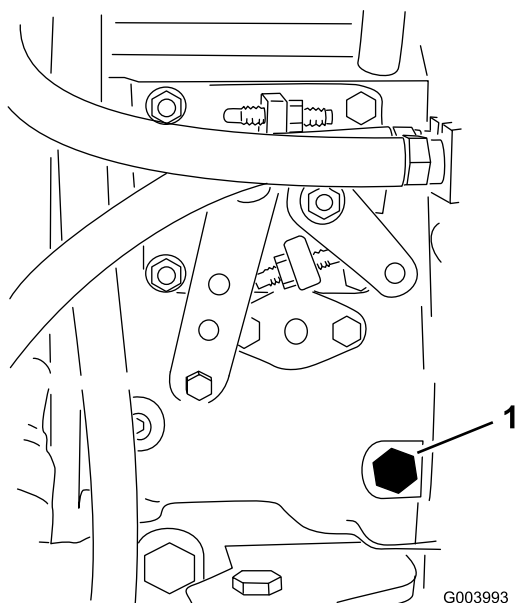

Figure 40
3. Desserrez la vis de purge sur la pompe d'injection (Figure 40) à l'aide d'une clé de 12 mm.